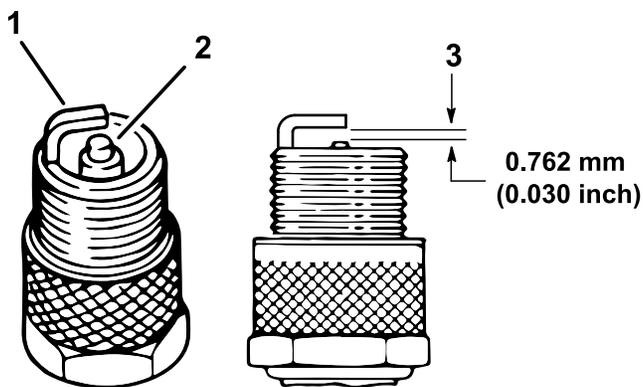

Рисунок 37
- Проверьте состояние бокового электрода, выровняйте по центру электрод и выровняйте по центру изолятор электрода, чтобы избежать повреждений (Рисунок 37).
- Установите зазор между центральным и боковыми электродами на 0,76 мм, как показано на Рисунок 37.